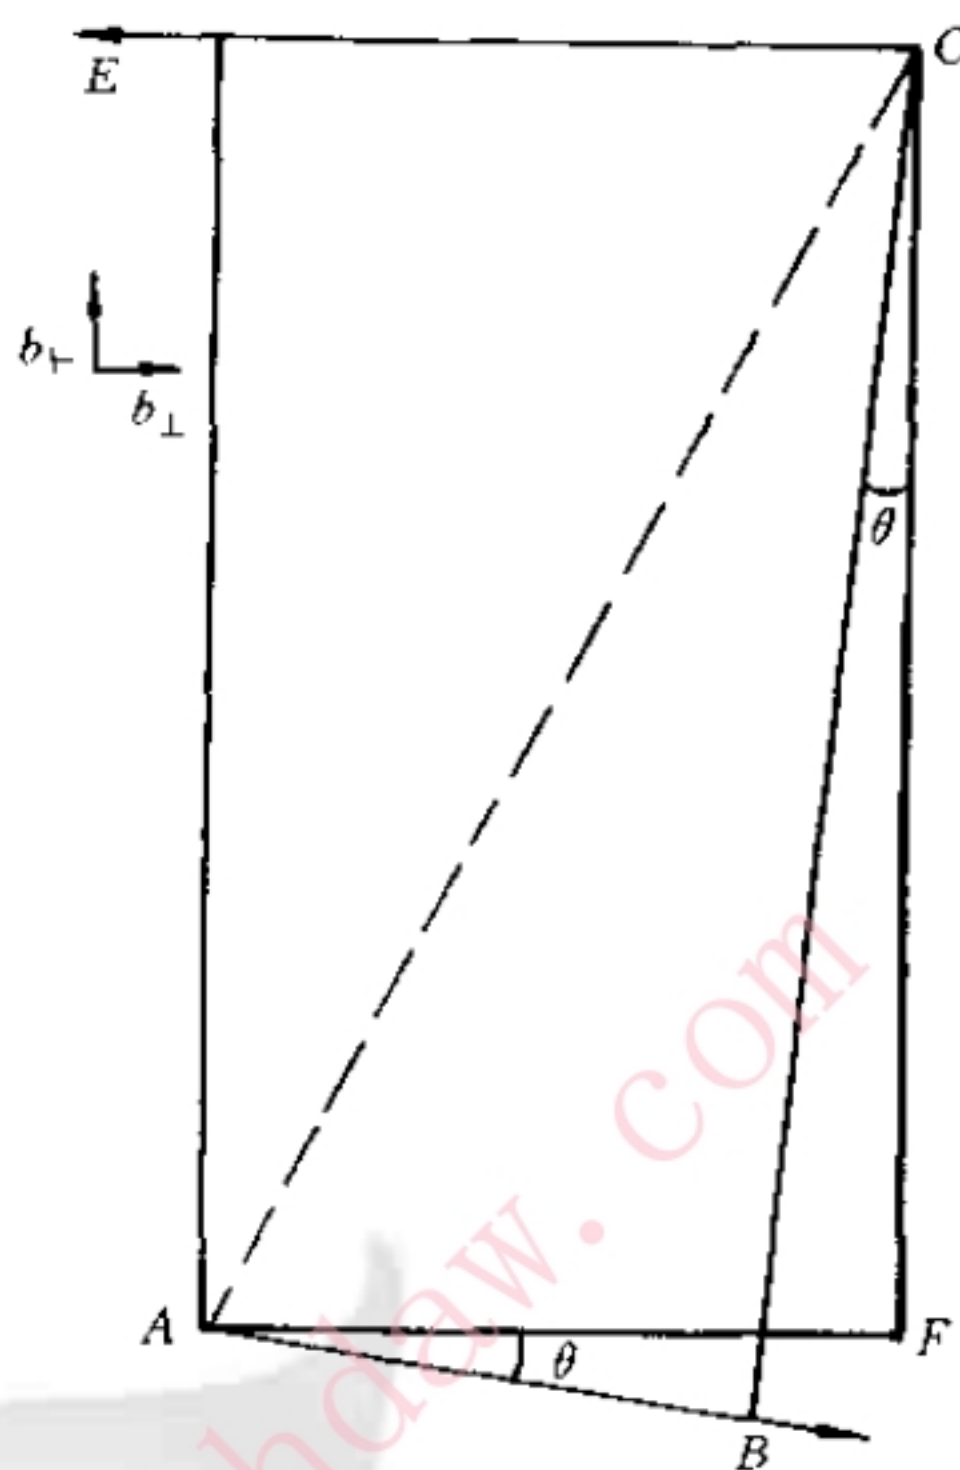

图 1-16 解题辅助图
**证明** 如图 1-16 所示, 作  $CF \parallel AE$ ,  $AF \parallel CE$ 。故  $AC$  晶界上单位长度纵向排布的  $\perp$  型位错数为  $\rho_{\perp}$